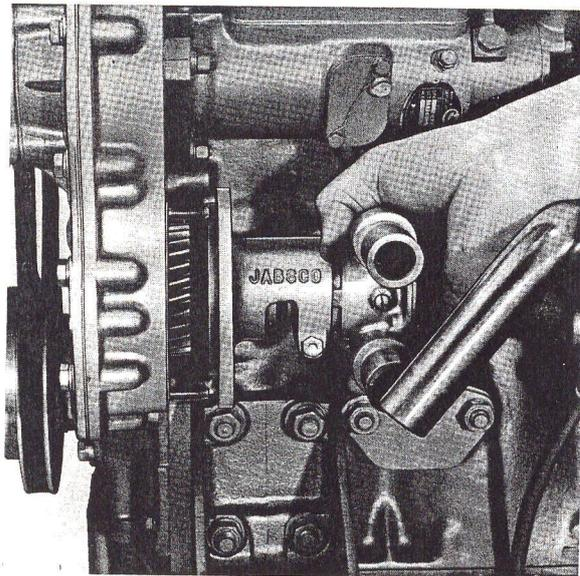

Fig. R12 — Dépose de la pompe à eau de mer.
3. Dégager et sortir l'ensemble pompe et pignon d'entraînement (fig. R12).